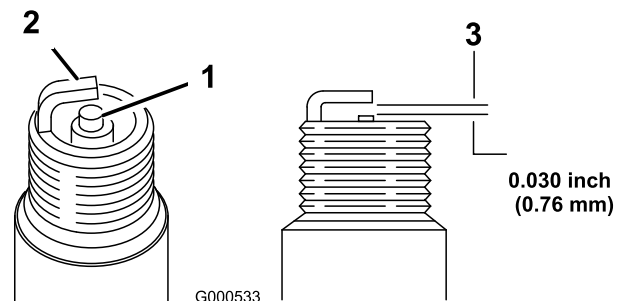

Bild 43
1. Sehen Sie sich die Mitte der Zündkerzen an (Bild 43).
2. Prüfen Sie den Abstand zwischen der mittleren und der seitlichen Elektrode (Bild 43) und biegen Sie die seitliche Elektrode, wenn der Abstand falsch ist.